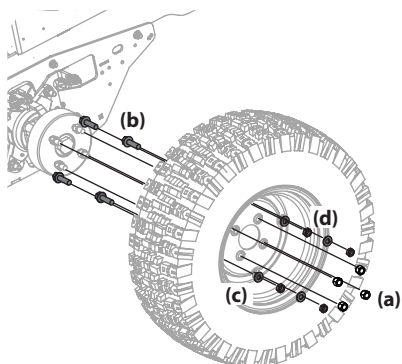

Figure 4-15
3. Retirez les quatre écrous de roue (a) pour enlever la deuxième roue. Voir Figure 4-15.
4. Si vous devez remplacer le pneu, retirez les quatre boulons hexagonaux (b), les rondelles (c) et les contre-écrous (d) qui retiennent les boulons de montage de l'adaptateur de roues jumelées. Voir Figure 4-15.